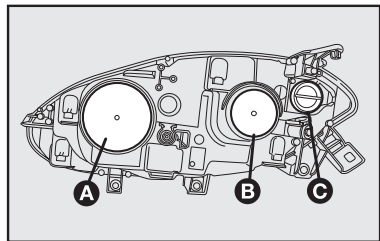
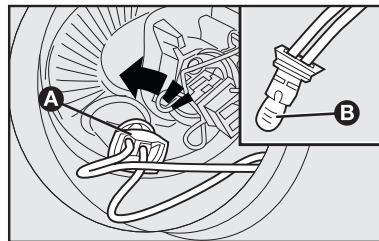

fig. 15
fig. 17
## GRUPOS ÓTICOS DIANTEIROS - fig. 15
- remover a tampa de proteção **B-fig. 15**;
- montar corretamente a tampa de proteção **A-fig. 15**.
- remover a tampa de proteção **A-fig. 15**;
- puxar o porta-lâmpada **A-fig. 17** e retirá-lo;
- extrair a lâmpada **B-fig. 17** e substituí-la;
- montar a nova lâmpada, introduza novamente o porta-lâmpada **A-fig. 17**, depois monte corretamente a tampa de proteção **B-fig. 15**.
- girar em sentido anti-horário a tampa de proteção **C-fig. 15**;